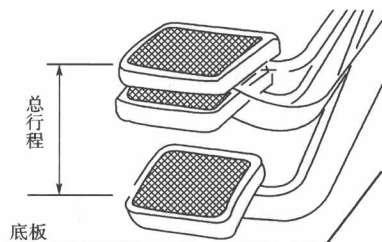

图 1-10 总行程示意图
(3)离合器踏板总行程:指踏板在无任何作用力时与踏板踩到底的距离,如图1-10所示。